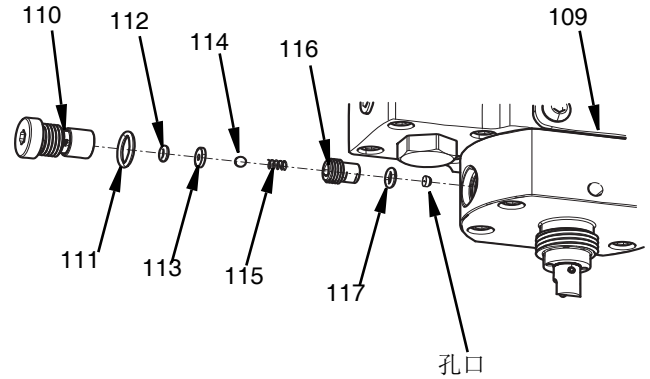

图 30
2. 用 5 毫米内六角扳手卸下止回阀阀体 (110)。
3. 拆下止回阀和喷口 (109) 底部的孔口嵌件和 O 形圈 (117)。
4. 使用 6 毫米 (1/4 英寸) 扳手和 5 毫米内六角扳手从止回阀阀体 (110) 上拧下止回阀固定器 (107)。
5. 从止回阀 (110) 上卸下止回球 (114)、压缩弹簧 (115)、阀座 (113) 和 O 形圈垫片 (112)。参见图 30。